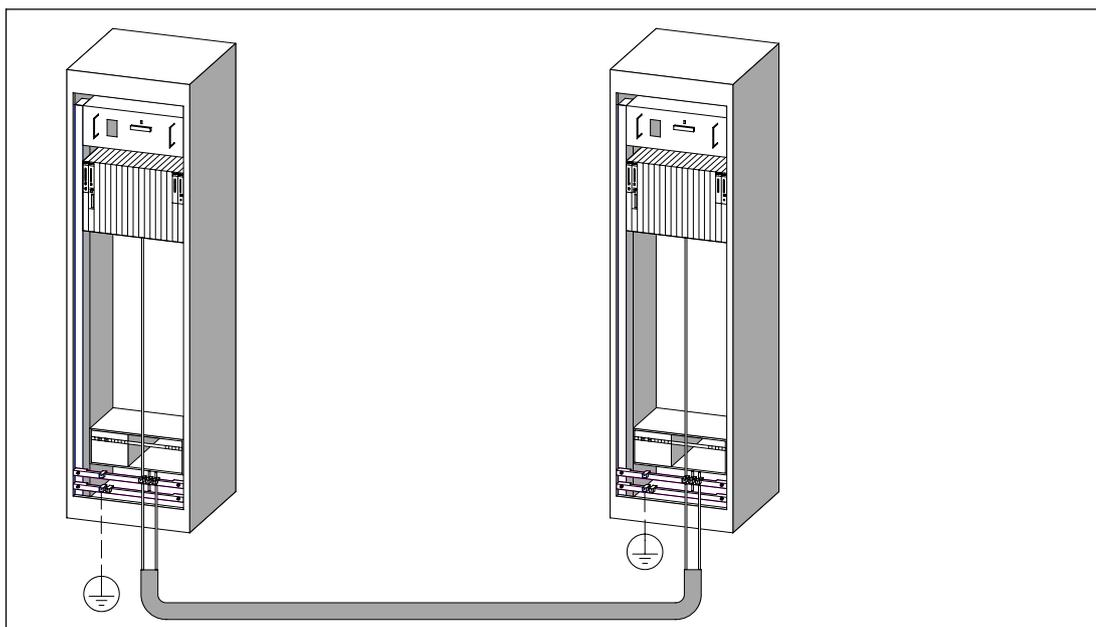

Figura A-5 Tendido de enlace equipotencial y de cable de transferencia de señales
- Tender el conductor equipotencial de forma que la superficie comprendida entre él y los cables de transferencia de señales sea la más baja posible (v. fig. A-5).